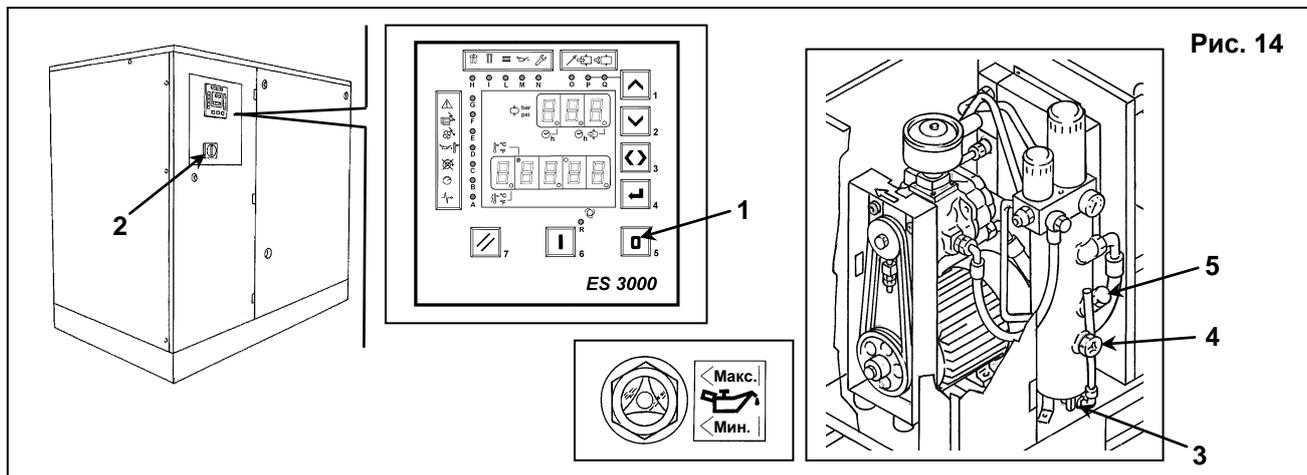

Рис. 14
- Нажмите кнопку СТОП поз. 1, рис. 14
- МЕДЛЕННО поверните кран, поз. 3, рис. 14, и дайте конденсату стечь.
- Проверьте уровень масла по индикатору поз. 4, рис. 14
- Выключите машину с помощью кнопки поз. 1, рис. 14: после этого машина остановится через 45 секунд холостого хода.
- Медленно отверните крышку маслозаливной горловины поз. 5, рис. 14
- Долейте масло того же типа, который залит в компрессор, до максимального уровня, поз. 5, рис. 14.
- Закрутите крышку масляного бака поз. 5, рис. 14.